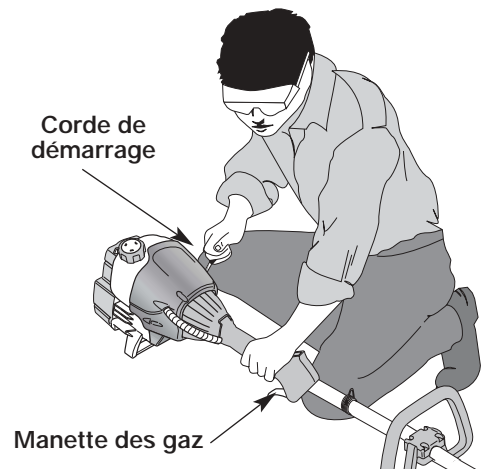

Figure 8
AVERTISSEMENT : évitez tout démarrage accidentel. Tenez-vous en position de démarrage lorsque vous tirez la corde de démarrage (Fig. 8). L'opérateur et l'appareil doivent tous deux être en position stable pour éviter des blessures graves.
5. L'appareil étant prêt à démarrer (Fig. 8), **N'APPUYEZ PAS SUR LA MANETTE DES GAZ** et tirez brusquement sur la corde de démarrage 5 fois de suite, le levier EZ-Start^{MC} étant tourné vers la gauche.
1. Relâchez la manette des gaz (Fig. 8). Laissez le moteur refroidir au ralenti.